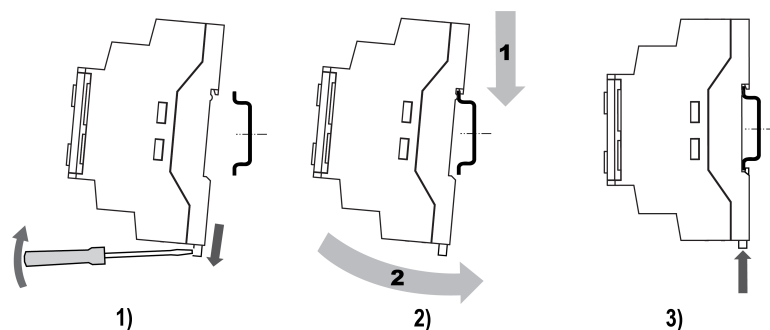

Рисунок 5.2 – Монтаж и демонтаж прибора
2. Вставив отвертку в проушину, оттянуть защелку (см. рисунок 5.2, 1).
3. Прижать прибор к DIN-рейке (см. рисунок 5.2, 2). Отверткой вернуть защелку в исходное положение (см. рисунок 5.2, 3).